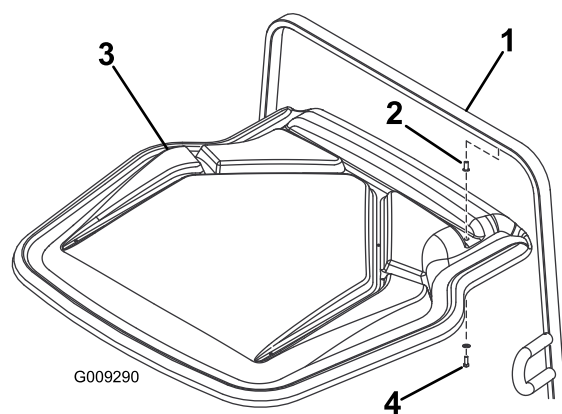

Bild 8
9. Wenn die Maschine mit einem Überrollschutz ausgestattet ist, befestigen Sie die Klemmmutter in den Löchern im Überrollschutz (Bild 8).
- B. Wenn die Maschine einen Überrollschutz hat, befestigen Sie das Sonnendach mit zwei Schrauben (3/8" x 1") und zwei Flachscheiben (3/8") in den vorher angebrachten Klemmmutter am Überrollschutzrahmen (Bild 8).